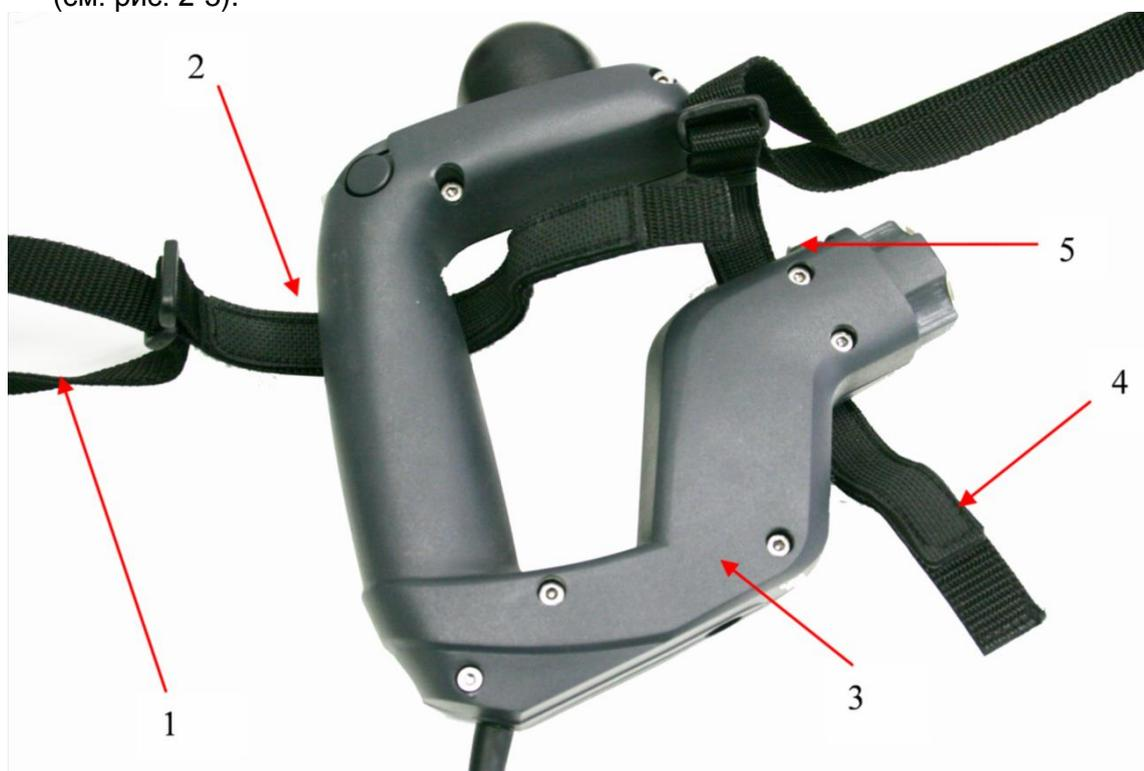

Рис. 2-5: Крепление ремня к рукоятке, шаг 1.
1. Наденьте рукоятку на крепежные хомуты со стороны неопреновой наклейки (см. рис. 2-5).